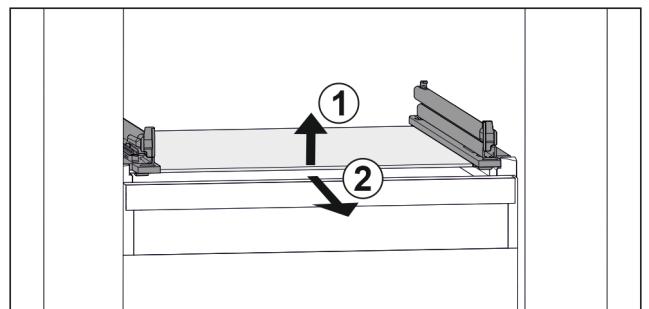

Fig. 133 Primjerni prikaz staklene ploče
- ▶ Staklenu ploču podignite srijeda. Fig. 133 (1)
- ▶ Izvadite staklenu ploču prema naprijed. Fig. 133 (2)